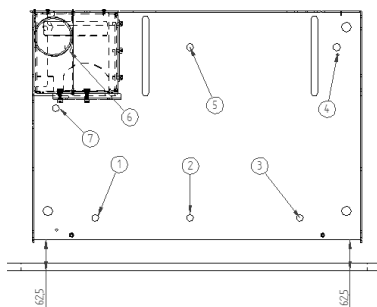

Figura 8 – Fixação base do equipamento
- Como pode observar-se na Figura 8, os inseríveis têm aros de acabamento para tapar furos maiores, conferindo maior versatilidade ao inserível. Existem duas larguras diferentes, um de 44 mm e outro de 74 mm fazer o remate do equipamento na instalação (7.7 Instalação de Moldura).
- Como pode observar-se na Figura 8, tem de se deixar uma distância de 62,5mm da base ao frontal da parede (tem que ficar perfeitamente paralelo).